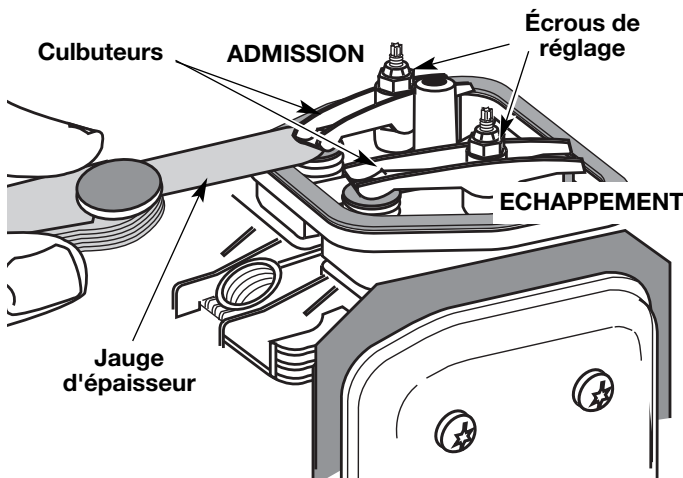

Fig. 38
8. Glissez la jauge d'épaisseur entre le culbuteur et le ressort de rappel de la soupape. Mesurez le jeu entre la tige de soupape et le culbuteur (Fig. 38). Faites-le pour les soupapes d'admission et d'échappement.
L'écart de jeu recommandé pour l'admission et l'échappement est de 0,076 – 0,152 mm (0,003 – 0,006 po). Servez-vous d'une jauge d'épaisseur d'automobile standard de 0,127 mm (0,005 po). La jauge d'épaisseur devrait pouvoir glisser entre le culbuteur et la tige de soupape en rencontrant une faible résistance mais sans coller (Fig. 38 & 39).